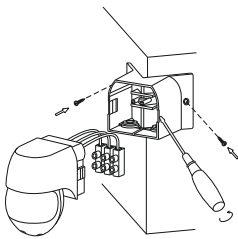

Рисунок 17 – Монтаж
– снять заднюю часть корпуса датчика, поддев её отвёрткой с прямым шлицем (рисунок 17). Крепление корпусных деталей датчика произведено на защёлках;